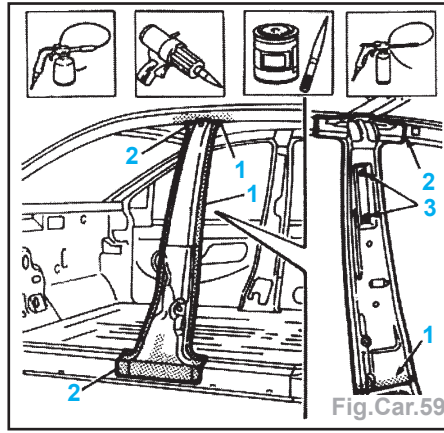

Fig.Car.59
- Nettoyer la zone de soudure et appliquer un apprêt électro-soudable (1) (Fig.Car.59).
- Mastiquer les lignes de jonction (2).